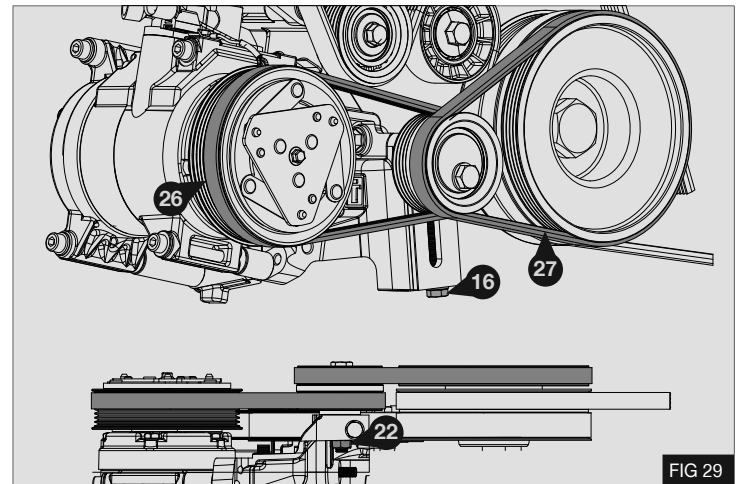

FIG 29
2. Apriete los tornillos (23) y (20) con un par de torsión de 35 Nm.
- Coloque la correa de transmisión (26) entre el compresor y la polea del tensor - Fig 29
- Coloque la correa de transmisión (27) entre la polea del tensor y la polea del cigüeñal.
- Utilizando un perno de tracción (16) aplique tensión a las correas. Cuando se hayan alcanzado las tensiones correctas (véase la tabla), bloquee la polea apretando la tuerca M10 (22) - Fig 29